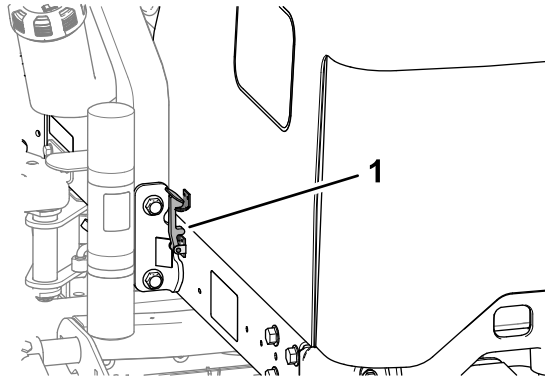

Bild 53
2. Klappen Sie die Motorhaube nach oben und hinten (Bild 53).